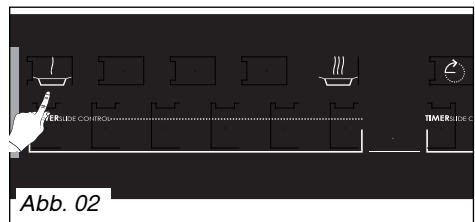

Abb. 02
– Zweimal die Taste *drücken*  (Abb. 02).